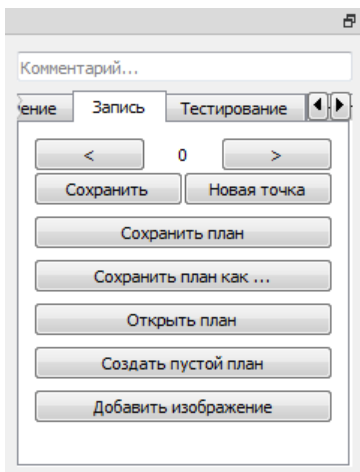

Рисунок 17. Внешний вид вкладки создания плана тестирования
- В разделе «запись» можно создать план тестирования, для снятия ВАХ эталонной платы (рисунок 17). Более подробная инструкция по работе с планом тестирования будет описана в отдельном разделе.
1. Для создания плана тестирования, перейдите во вкладку «запись» (рисунок 17).